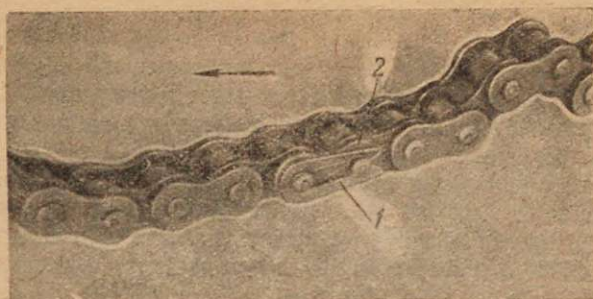
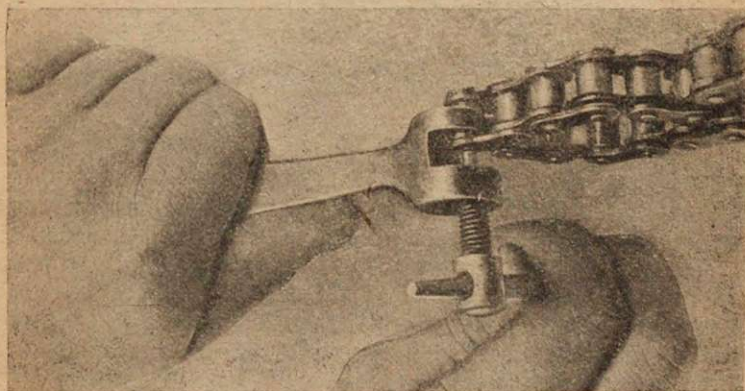

Рис. 20.
Рис. 21.
Через каждые 500 км пути, а также после каждой поездки по пыльным и грязным дорогам, нужно снять цепи, промыть их тщательно в керосине, отремонтировать и смазать. Разъединение цепи нужно делать в замковом звене, для чего отверткой снимают пружину замка (1), снимают щеку (2) и вынимают остальную часть замкового звена (рис. 20).
(см. рис. 20 — стрелка указывает направление движения). Если при осмотре обнаружено, что в каком-либо звене лопнул ролик, такое звено необходимо заменить. Для этого неисправное звено следует вынуть при помощи специальной выжимки, имеющейся в комплекте инструмента (рис. 21), поставить целое звено и заклепать его. Продолжать ездить с цепью, на которой недостает одного или нескольких роликов, не следует, так как это ведет к быстрому разрушению всей цепи и зубчаток. Распавшиеся звенья необходимо подклепать.